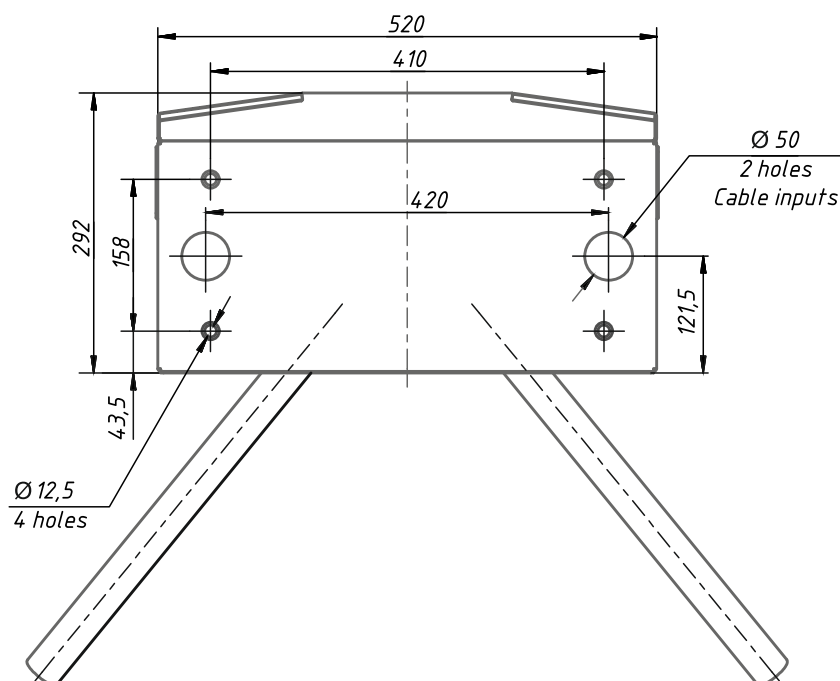

Рис. 13 – Разметка для монтажа турникета типа «трипод»
6) При необходимости прокладки кабелей под поверхностью пола подготовьте в полу кабельный канал к зоне ввода кабелей в стойку турникета. Расположение зоны ввода кабелей указано на схеме *рис.13*.